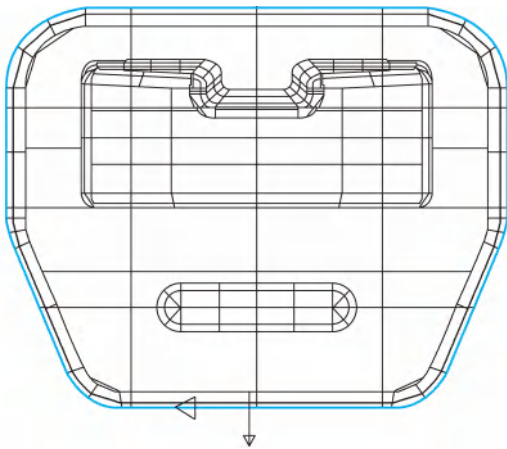

图 9-2 选择最大轮廓线
1) 选择【刀路】/【外形】命令, 单击【确定】按钮 。系统弹出【线框串连】对话框, 在绘图区正下方选取最大轮廓线, 如图 9-2 所示。根据箭头指向判断此时刀具补偿为左补偿, 单击【确定】按钮 。